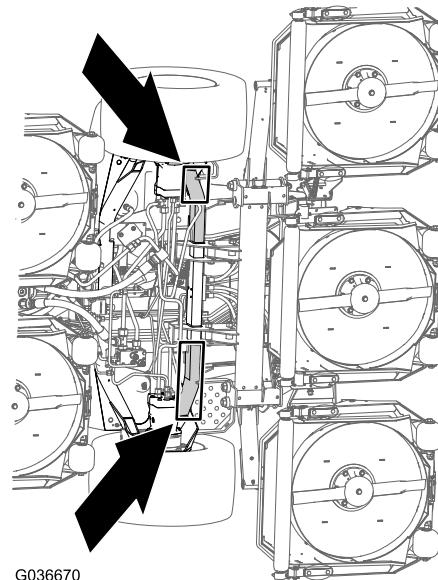

Рисунок 29
**Передняя часть машины** — на раме машины, впереди гидромоторов колес (Рисунок 29)